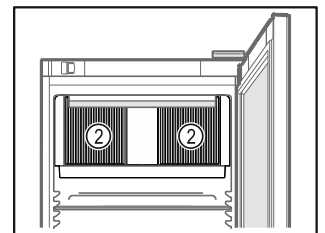

Fig. 53
- Odstąpić szczeliny wentylacyjne Fig. 53 (2) dmuchawy wewnątrz urządzenia.